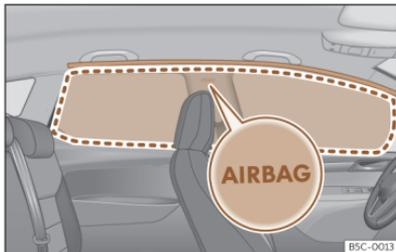

Abb. 35 Einbauort der Kopfairbags
Die Kopfairbags befinden sich zu beiden Seiten im Innenraum oberhalb der Türen >>> (Abb. 35) und ihre Einbauorte sind mit dem Schriftzug „AIRBAG“ gekennzeichnet.
Der eingerahmte Bereich wird vom auslösenden Kopfairbag erfasst (Entfaltungsbereich) >>> (Abb. 35). Deshalb dürfen in diesen Bereich niemals Gegenstände abgelegt oder befestigt werden >>> △.
- Stellen Sie sich, dass Kinder richtig in ihren Sitzen sitzen und ihren Kopf nicht in den Entfaltungsbereich der Kopfairbags halten >>> (Abb. 35), da sie beim Auslösen der Airbags von diesen getroffen werden und schwere Verletzungen erleiden könnten.